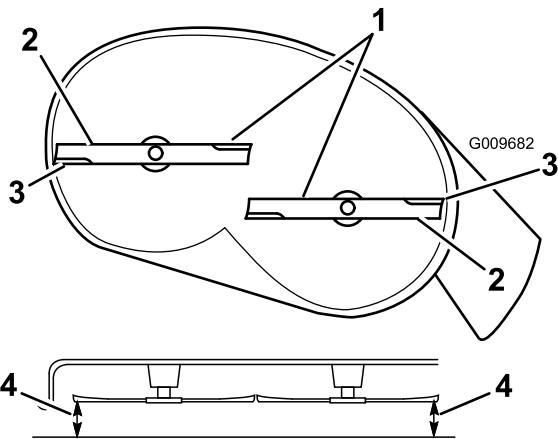
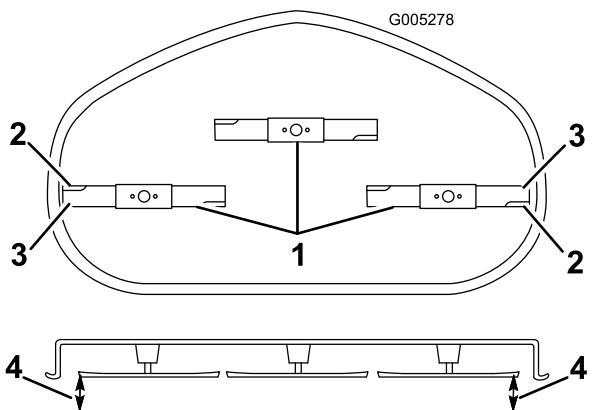

Bild 60
Bild 61
- Drehen Sie die Messer vorsichtig, damit sie alle quer gestellt sind (Bild 60 und Bild 61).
- Messen Sie den Abstand zwischen den äußeren Schnittkanten und der ebenen Oberfläche (Bild 60 und Bild 61). Wenn beide Messwerte nicht innerhalb von 5 mm liegen, ist eine Einstellung erforderlich. Machen Sie mit diesen Schritten weiter.